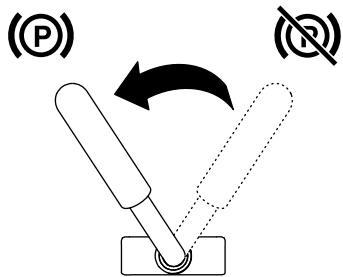

Figura 14
- Pentru a cupla frâna de parcare, rotești maneta la stânga (Figura 14).